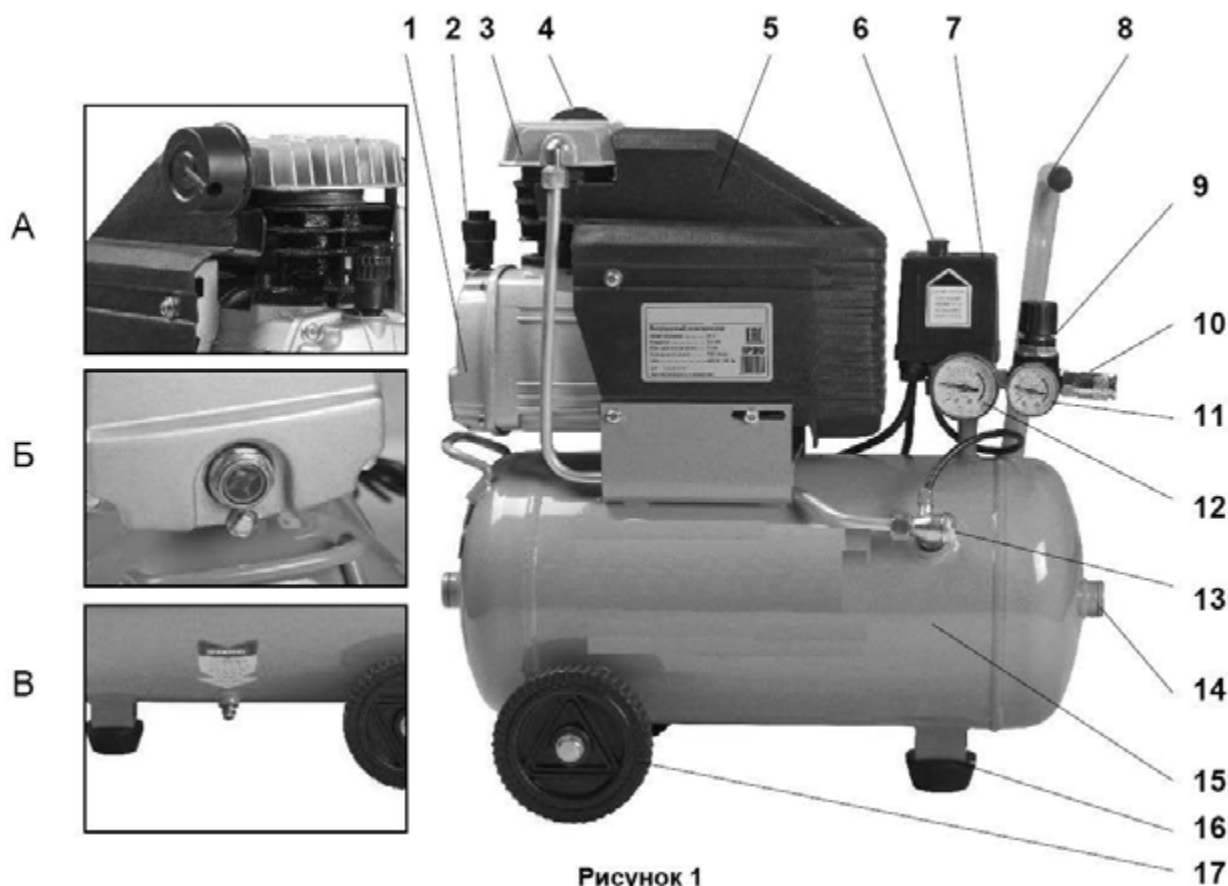

Рисунок 1
Проверьте уровень масла. Он должен быть на уровне "красной точки" контрольного глазка (см. рисунок 1 Б) или чуть выше него. При необходимости долейте масла, отвинтив сапун 2 (см. рисунок 1) на крышке картера. Помните, что после первых 30 часов работы следует полностью заменить масло одним из типов, в указанных в таблице (п. 5.4).
Убедитесь, что на компрессоре установлено защитное ограждение 5, и переключатель 6 находится в выключенном положении (см. рис.1).
После завершения вышеперечисленных операций компрессор готов к эксплуатации. Проверьте, чтобы переключатель 6 (см. рисунок 1) находился в положении «OFF».
При первом запуске компрессора, оставьте его поработать на время приблизительно 5 минут с полностью открытыми кранами выпуска воздуха. По истечении этого времени, закройте кран и проверьте, чтобы компрессор нагнетал воздух в ресивер 15 (рисунок 1) и останавливался автоматически по достижении максимального давления, указанного на компрессоре, а также на индикаторе манометра.
После первых 5 часов работы компрессора проверьте и при необходимости подтяните винты головок цилиндров компрессорной группы 3 (см. рис. 1). В результате теплового расширения металла цилиндров компрессора затяжка винтов может быть ослаблена. Для предотвращения срыва витков резьбы в цилиндрах компрессора, при затягивании винтов не прилагайте чрезмерного усилия.
**ВНИМАНИЕ!** Реле давления (прессостат) 7 (рис. 1) отрегулировано изготовителем, и не должно подвергаться регулировкам со стороны пользователя.
При помощи регулятора давления 9 (рисунок 1), установите требуемое значение: при повороте ручки по часовой стрелке давление увеличивается, при повороте против часовой стрелки – уменьшается.
Значение давления указано на манометр 11 (рисунок 1).
Для быстрого и полного слива масла из картера 1 (см. рисунок 1), смену масла проводите пока компрессор не остыл.
- Отвинтите сливную пробку (см. рисунок 1 Б) и слейте масло в емкость.
**ПОМНИТЕ!** Если в ресивере 15 сжатый воздух находится под большим давлением, то при открытии клапана (поз. 1В, см. рис.1) произойдет выброс конденсата со значительной силой;
Сливайте конденсат, для предотвращения коррозии. Справите давление из ресивера компрессора, убедитесь, что давление в ресивере не более 1-2 бар. Откройте против часовой стрелки дренажный кран (см. рисунок 1В), расположенный под ресивером. Для того, что бы конденсат вылился полностью, следует немного наклонить компрессор.